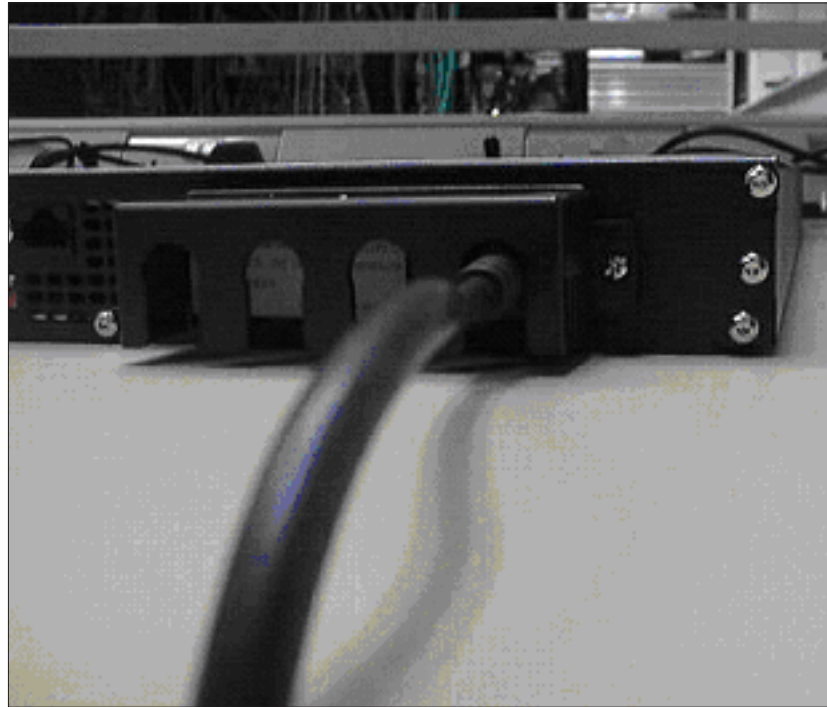

図 59. 2145 UPS-1U 電源ケーブル保持ブラケット
5. 図 59 に示されるように、それぞれの側で 1 つのねじでブラケットを所定の位置で固定します。図 59.